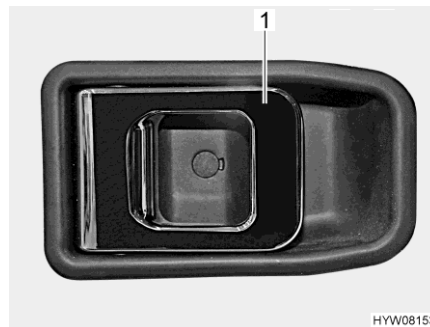

Fig. 43 Serrure de la porte (porte chauffeur, à l'intérieur)
- Tirer sur la poignée (Fig. 43,1). La serrure de la porte se déverrouille et s'ouvre.
- Appuyer sur la poignée (Fig. 43,1). La serrure de la porte se verrouille.